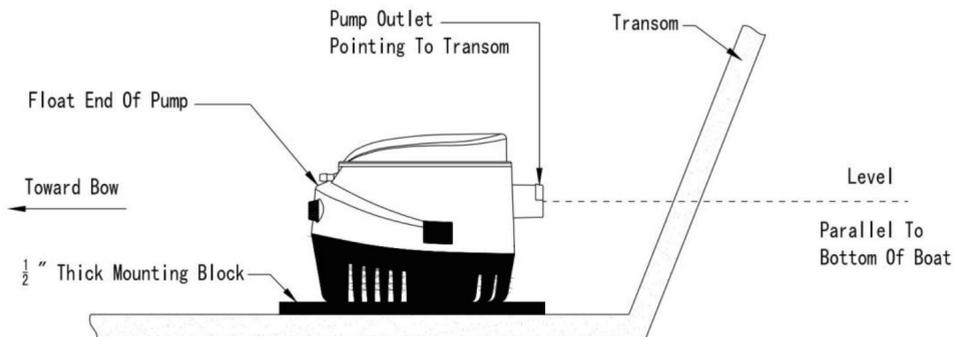

Figure 1
1. Upewnij się, że grubość kadłuba wynosi co najmniej 1/2". Jeśli nie, umieść blok sklejk morskiej o grubości 1/2" (nieco większej niż podstawa pompy) w najniższej części zęzy. Upewnij się, że w tej pozycji można zdjąć pokrywę pompy w celu jej wyczyszczenia. Przyklej sklejkę do kadłuba za pomocą wodoodpornego kleju (epoksydowego, silikonowego lub żywicy z włókna szklanego). Zobacz rysunek 1.
Upewnij się, że dysza wylotowa jest wypoziomowana. Jeśli jest skierowana w górę lub w dół, oznacza to, że jest śluza powietrzna. może tworzyć się w pompie. (Zobacz rysunek 1)
(Zobacz rysunek 1). Zapobiega to wyczerpaniu się wody w pompie podczas